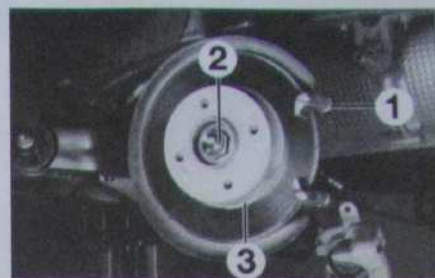

Fig. 48
- le support étrier (1) (Fig.48),
- l'écrou de moyeu (2),
- le disque/moyeu (3).